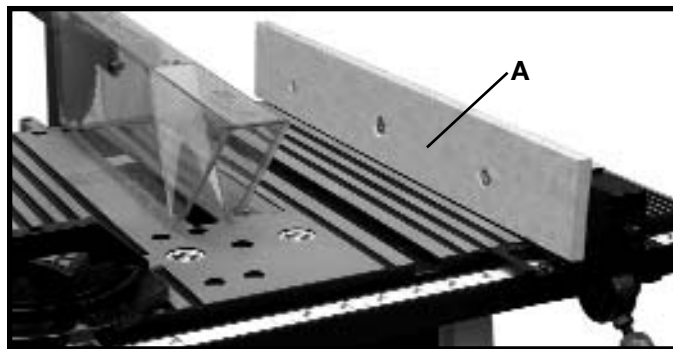

Fig. 43A
En exécutant certaines coupes spéciales – et si cette opération peut mettre l'accessoire de coupe en contact avec le guide – il faut ajouter un parement en bois (A) fig. 43A, d'un côté du guide longitudinal tel qu'illustré. Le parement en bois se fixe au guide avec des vis en bois à travers les trous percés dans le guide. Une pièce de 3/4 po (19 mm) convient pour la plupart des travaux, bien qu'à l'occasion il faudra un parement d'un pouce (25,4 mm).